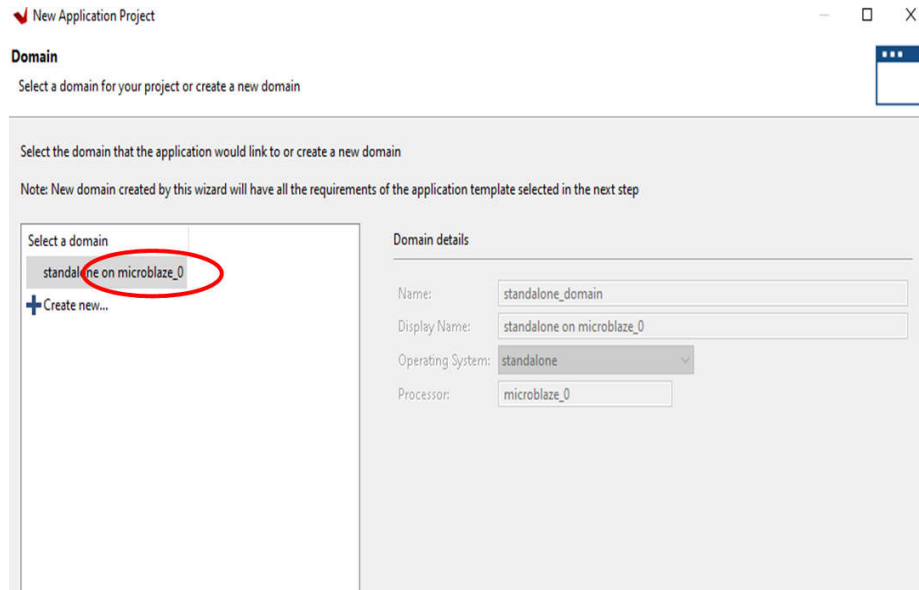

图 7-5. 应用工程名称
5. 选择 *standalone on microblaze_0*，然后点击 *Next* (请参阅图 7-5)。